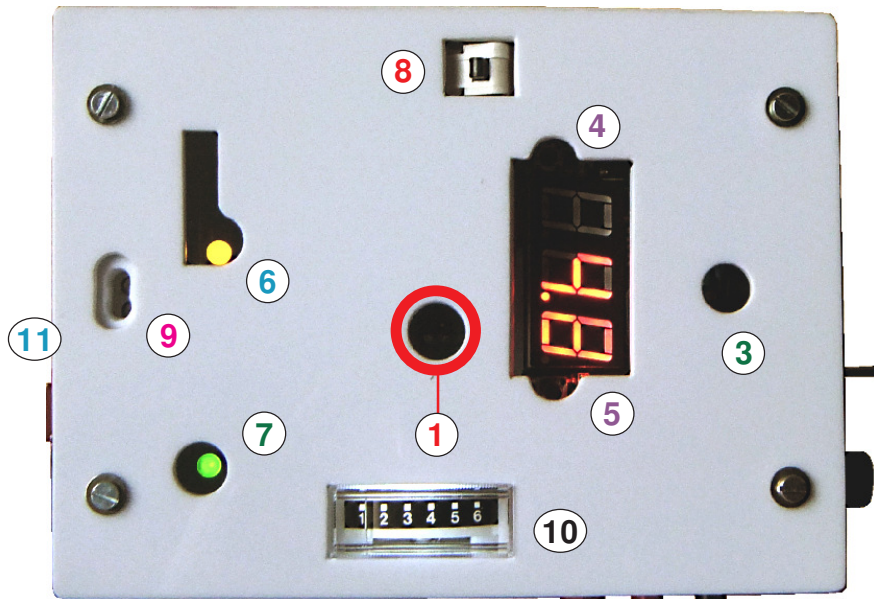

Fig.1
**Bouton de Panique BP :** Sur incident BP annule immédiatement la tension en sortie mais laisse tourner le ventilateur. La LED **D2** s'éteint. **Débrancher la sortie ou le bloc secteur avant de relâcher le bouton poussoir** qui au repos rétablit le contact électrique. (Voir la Fig.1)
Comme montré sur la Fig.1 la fréquence de répétition standard choisie pour leur pilotage est de 50 Hz, soit une période de 20 mS. C'est la durée **T** de l'impulsion à l'état "1" qui positionne le moteur en absolu par rapport à son amplitude possible de rotation. Mis à part les moteurs sans limitation de rotation angulaire, les plages de débattement angulaire les plus courantes avoisinent les 180°.